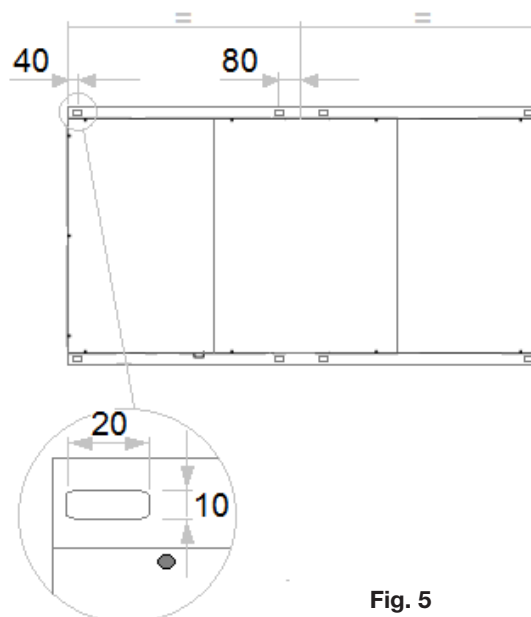

Fig. 5
- La struttura che sostiene l'unità (ed i suoi eventuali accessori) deve essere idonea a sopportarne il peso; le posizioni dei punti di ancoraggio sono indicati nella **fig.5**.